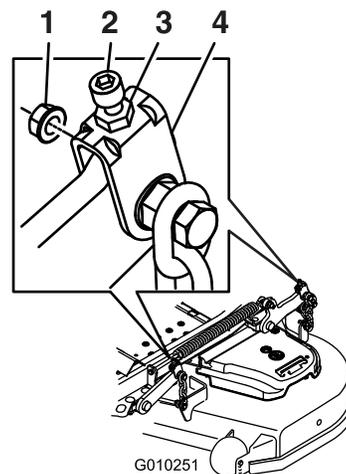

Figura 87
Gire el tornillo de ajuste hasta obtener una altura de 7,6 mm (3 pulg.) (ver Figura 87).
16. Gire el tornillo de ajuste hasta obtener una altura de 8,3 cm (3-1/4 pulg.) (Figura 87).